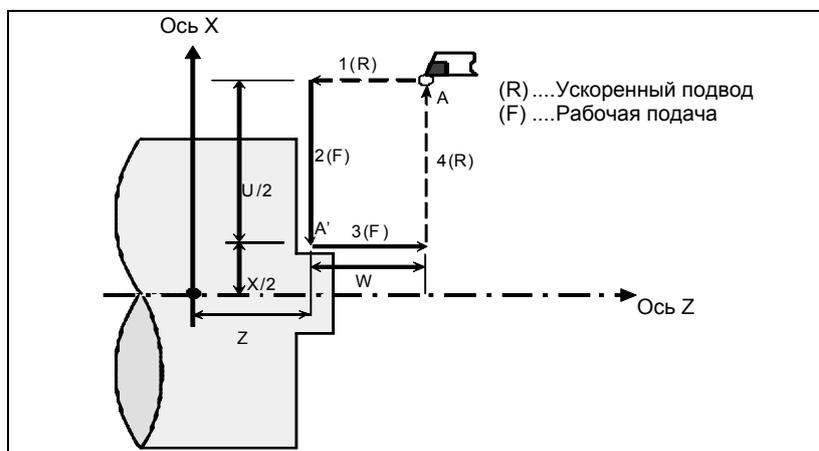

Рис. 6.3.3.1 (а) Цикл обработки торцевой поверхности
- X_,Z_ : Координаты конечной точки обработки (точка A' на Рис. 6.3.3.1 (а)) в направлении торца
- U_,W_ : Расстояние перемещения до конечной точки обработки (точка A' на Рис. 6.3.3.1 (а)) в направлении торца